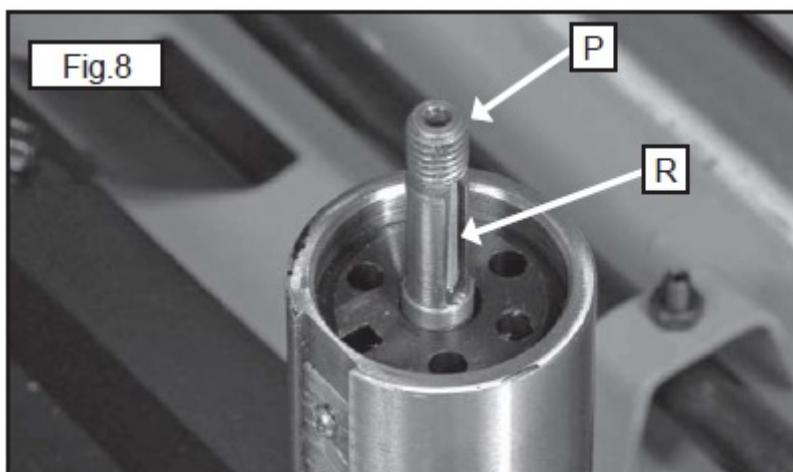

Рис. 8
2. Установить маховичок (O) на вал (P), рис. 8, регулировки по высоте (может быть установлен заранее), поставить и затянуть гайку с шайбой рис. 9A, (A+B).